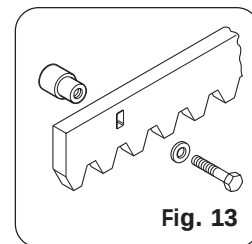

Fig. 13
4.4.1. STALEN TANDHEUGEL – LASSEN (Fig. 13)